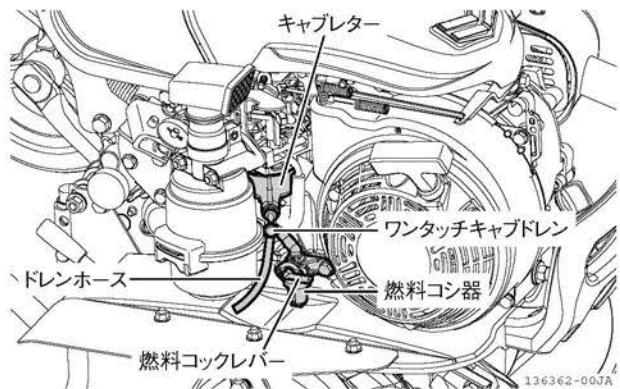

図4-14 燃料の抜きかた
3. ワンタッチキャブドレンを引いて、キャブレター内の燃料を抜きます。（図4-14）
4. 燃料が全部抜けたら、ワンタッチキャブドレンを放します。（図4-14）